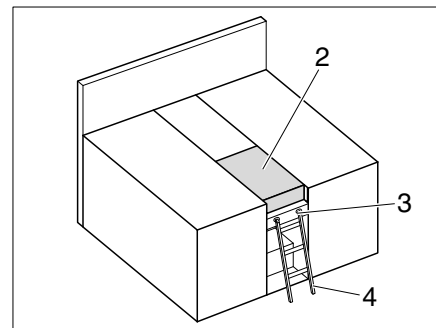

Fig. 179 Lit double
- Placer le coussin supplémentaire (Fig. 179,2).
- Retirer les coussins supplémentaires (Fig. 179,3).
- Introduire la partie extensible (Fig. 179, 1) et accrocher la bande de retenue (Fig. 179, 2).
Utiliser l'échelle de montée de série (Fig. 179,4) pour accéder au lit supérieur.
- Accrocher l'échelle de montée (Fig. 179,4) par les longerons sur le bandeau (Fig. 179,3) installé sur le cache.